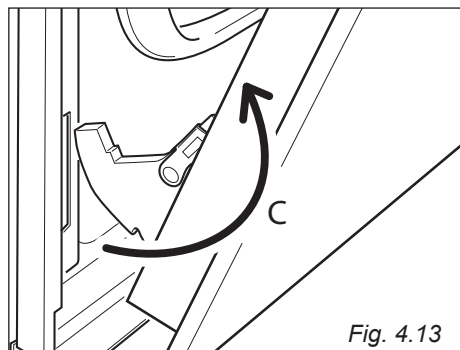

Fig. 4.13
- Estrarre i ganci delle cerniere (destra e sinistra) dal loro alloggiamento (freccia "C" - fig. 4.13).